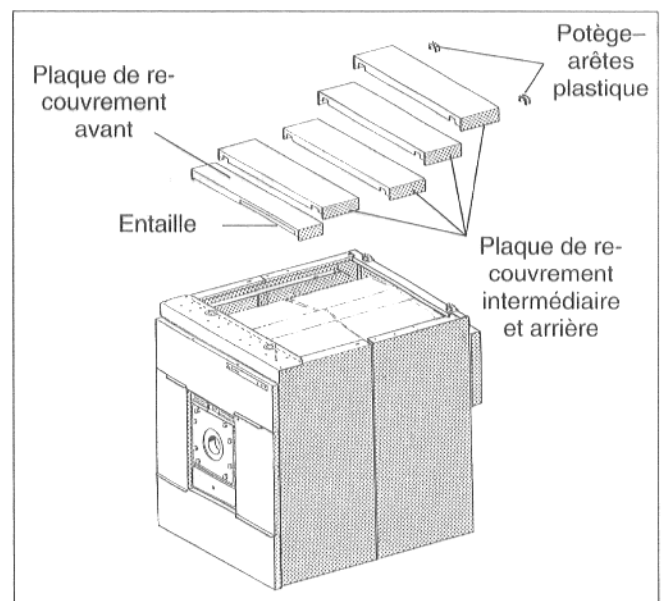

Fig. 49
- Positionner la plaque de recouvrement avant (laquée bleue) dans la traverse longitudinale, derrière le capot avant. L'entaille de la plaque de recouvrement doit être sur le côté sur lequel sera monté ultérieurement le module de régulation (Fig. 49).
- Positionner les plaques de recouvrement (galvanisées) intermédiaires et arrières, dans les traverses longitudinales; les entailles pour le passe-câbles tournées vers l'extérieur (Fig. 49).